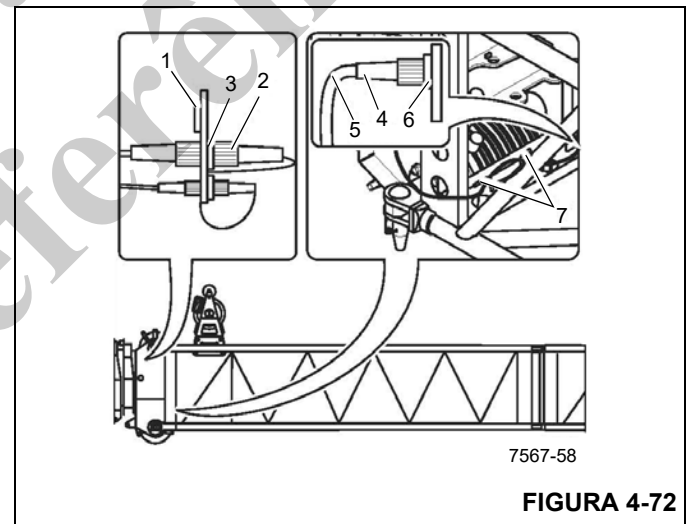

FIGURA 4-72
1. Remova o plugue (4) (Figura 4-72) do terminal (3) e conecte-o ao soquete falso (6).
2. Enrole o cabo (5) no suporte (7).
3. Remova o plugue (2) do soquete falso (1) e conecte-o ao terminal (3).